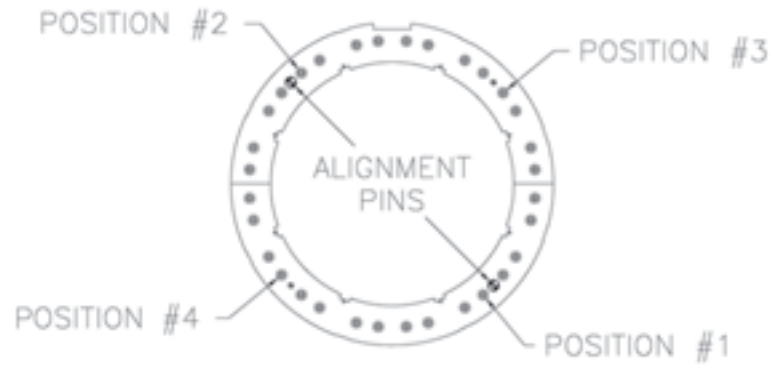

Figura 7-7. Ajuste los rodamientos en orden en las posiciones mostradas.
7. Identifique el rodamiento en la posición #1 (Figura 7-7). Usando una llave hexagonal de 3/16”, gire el eje excéntrico en el **sentido del reloj** hasta que el rodamiento guía de engranajes se sienta totalmente asentado en la ranura.